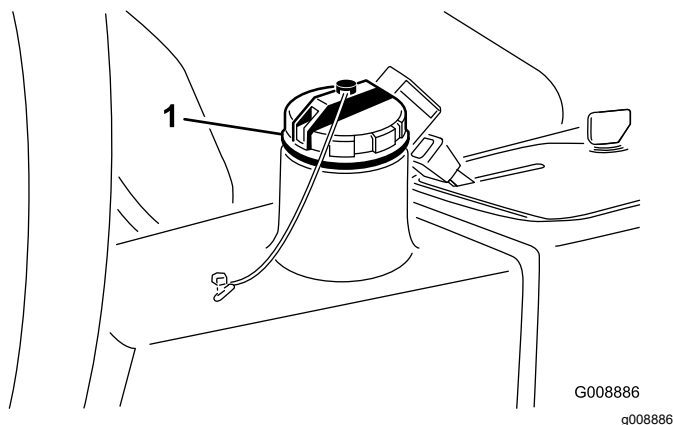

Рисунок 76
2. Очистите зону вокруг заливной горловины и крышки гидравлического бака (Рисунок 76).